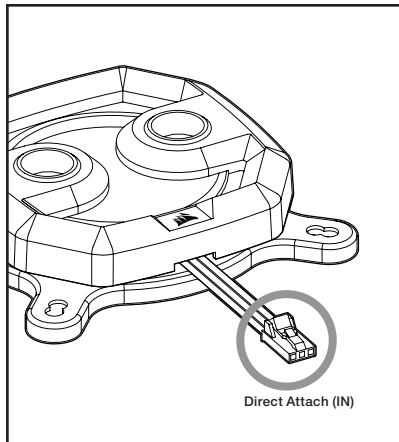

Figure 1
- Identify the correct RGB connector on the water block (figure 1).
- Identifiez le connecteur RGB approprié sur le bloc à eau (figure 1).
- Finden Sie den richtigen RGB-Stecker am Wasserblock (Abbildung 1).
- Определите правильный разъем RGB на блоке жидкостного охлаждения (Рис. 1).